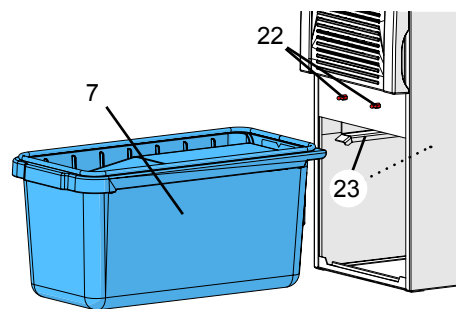

Fig. 16
- ⇒ Estrarre il vano raccogli-polvere (7) verso l'avanti.
- ⇒ Inserire un sacco raccogli-polvere nuovo nel vano raccogli-polvere. Fare attenzione che il sacco raccogli-polvere sia correttamente inserito sulle scanalature di guida (21) e che il sigillo di chiusura sia rivolto verso l'alto.
- ⇒ Controllare che le guarnizioni del vano raccogli-polvere (24) non siano danneggiate, e all'occorrenza sostituirle.
- ⇒ Inserire il vano raccogli-polvere dritto fino alla battuta. Nel fare questo, assicurarsi che il vano raccogli-polvere sia correttamente inserito nella guida (23, Fig. 16).
- ⇒ Inserire il pannello frontale (5, Fig. 1) in basso e quindi premere sui perni di arresto in alto (22, Fig. 16) fino allo scatto.